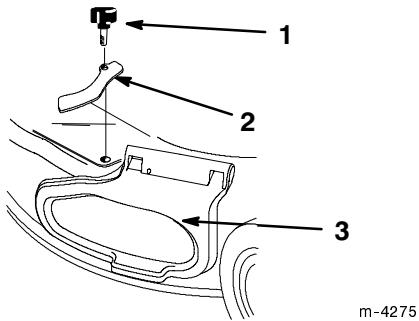

Figure 35
3. Retirer le bouton et la bride de blocage du couvercle d'éjection latérale (Fig. 35).